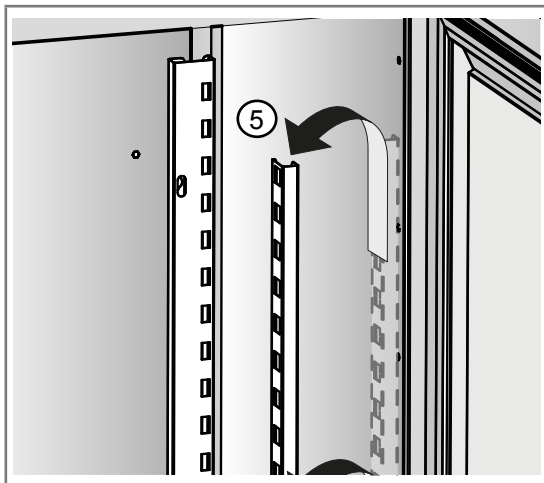

Abb. 6.3 - Entfernen der seitlichen Zahnstangen
2. Entfernen Sie die seitlichen Zahnstangen (5 – Abb. 6.3)